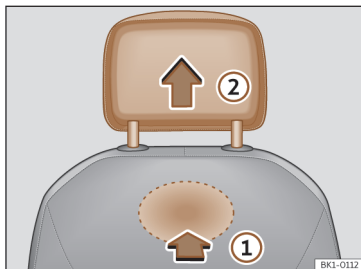

Fig. 93 Appui-tête avant : démontage.
- Pour le déverrouiller, localiser l'évidement à l'arrière du dossier sur la zone marquée et appuyez dans le sens de la flèche >>> fig. 93 ①.
- Retirez l'appui-tête dans la direction de la flèche ②.